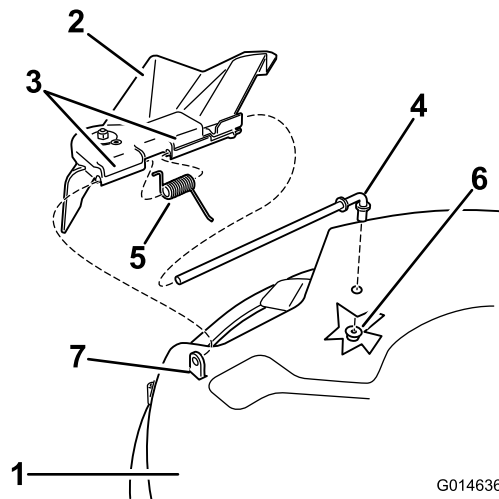

Figure 59
1. Repérez les éléments illustrés à la Figure 59.
2. Retirez l'écrou (3/8 pouce) de la tige, sous le plateau de coupe (Figure 59).
3. Sortez la tige de la courte cheville de positionnement, du ressort et du déflecteur d'herbe (Figure 59). Enlevez le déflecteur s'il est endommagé ou usé.
4. Remettez en place le déflecteur d'herbe (Figure 59).
6. Placez le ressort sur la tige, les fils d'extrémité dirigés vers le bas, entre les supports du déflecteur d'herbe. Insérez la tige dans le deuxième support du déflecteur d'herbe (Figure 59).
7. Insérez la tige à l'avant du déflecteur dans la courte cheville de positionnement sur le plateau. Fixez l'extrémité arrière de la tige dans le plateau de coupe à l'aide d'un écrou (3/8 pouce) (Figure 59).